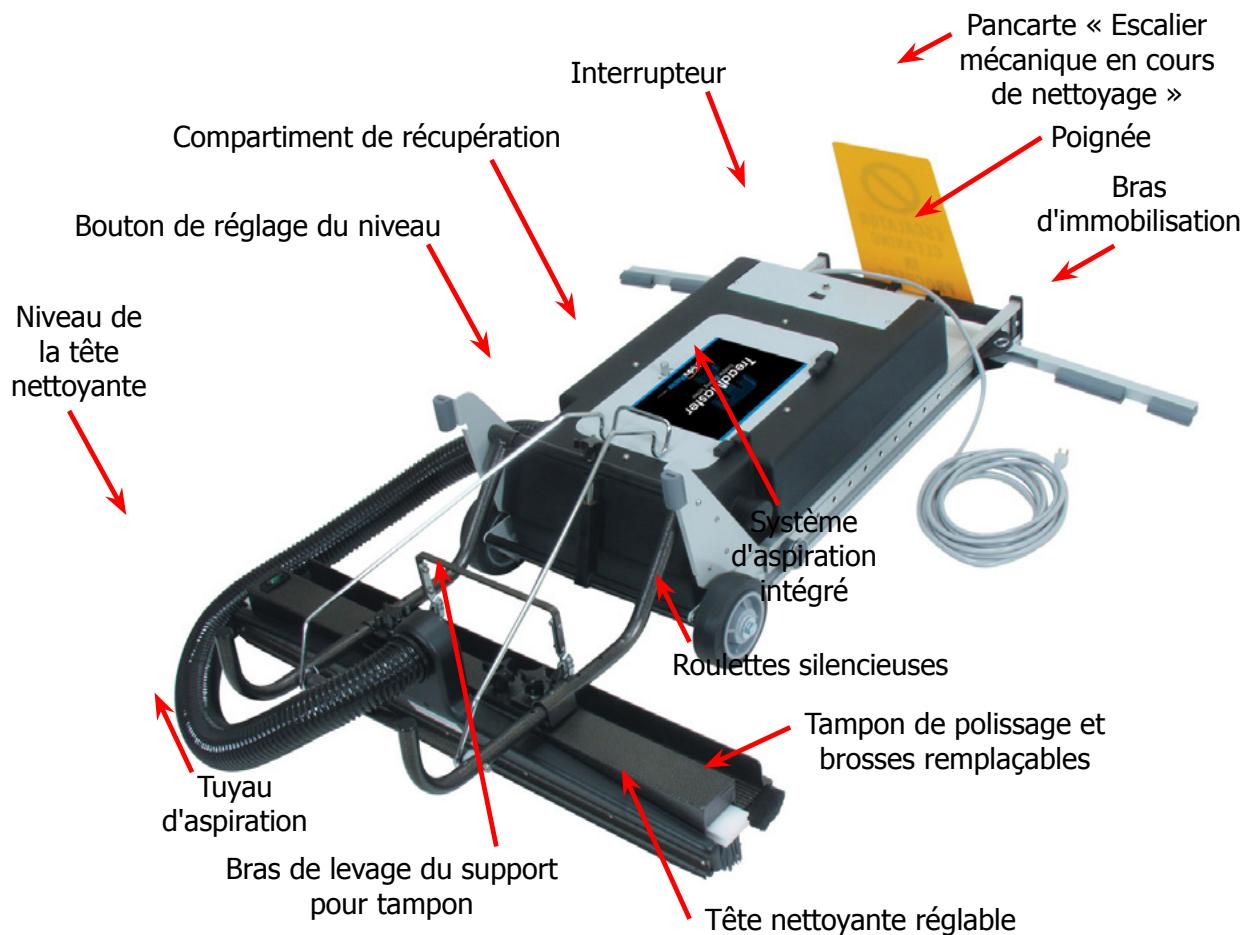

Figure 10. Composants de TreadMaster
6. Faire glisser les bras de retenue dans leur voie pour placer la tête de nettoyage par-dessus le plan de marche. Veuillez noter que la goupille à l'extrémité du bras rentrera dans l'un des trous dans la rainure. Verrouillant le bras en place. Prolonger les bras de retenue jusqu'en position de verrouillage complet (voir la Figure 10 et la Figure 11).
8. Utiliser le bouton de réglage du niveau pour assurer un bon contact avec la surface de marche (voir la Figure 10). Vérifier le niveau de la tête de nettoyage pour s'assurer que le réglage est approprié (voir Figure 10 et Figure 12).
2. Fixez la pancarte d'avertissement à la poignée de la barre transversale (voir Figure 10).
5. Allumez l'interrupteur (voir Figure 10, en vous assurant une fois de plus que le sens du mouvement estécarté du TreadMaster.